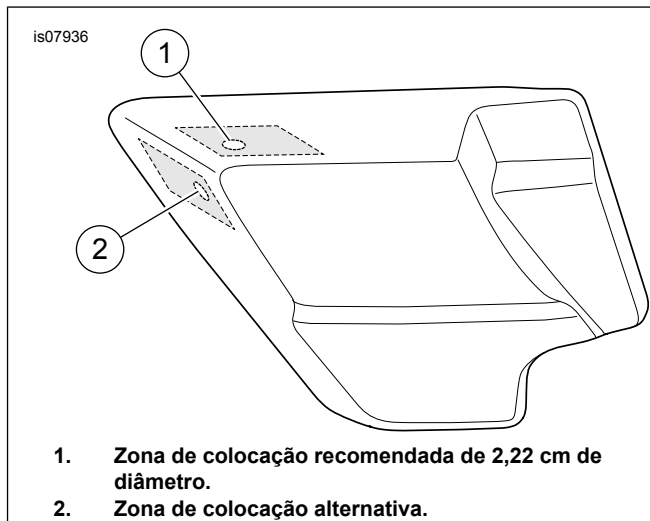

Figura 1. Tampa do lado esquerdo
- a. Encontrar uma localização adequada na tampa de um dos lados para montar a tomada de alimentação de energia. Utilize as zonas de localização anotadas em Figura 1 . Recomenda-se a superfície superior perto do canto dianteiro. Está também anotada uma localização alternativa em Figura 1 na superfície à frente/lateral, mas pode não estar disponível em muitos casos devido à distância do sistema de escape.